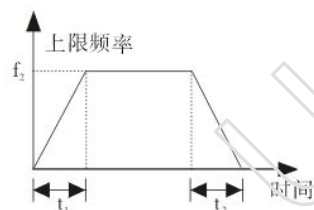

图6-1加速减速时间示意
- 加速时间设定为[输出频率由0Hz加速至F015上限频率所需的时间]，如图6-1中 t_1 所示。
- 减速时间设定为[输出频率由F015上限频率减速至0Hz所需的时间]，如图6-1中 t_2 所示。